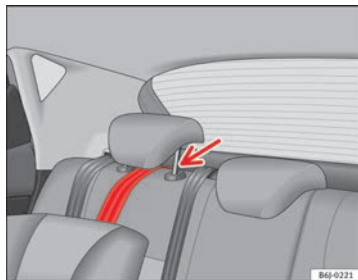

Fig. 34 Correa de sujeción: correcto ajuste y montaje
- Dirigir la correa de sujeción del Top Tether por debajo del apoyacabezas de la plaza posterior ⇒ fig. 34 (levantar el apoyacabezas si es necesario).